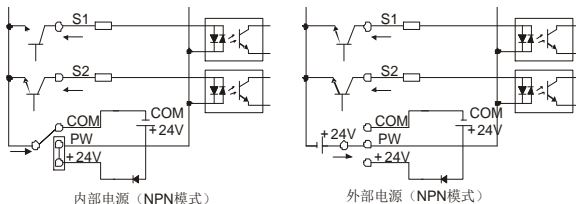
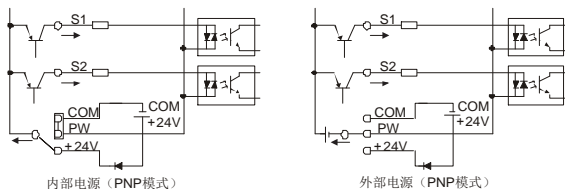
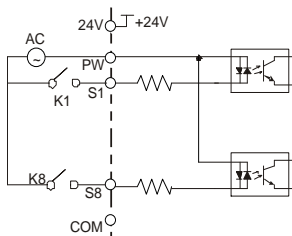

图 3.12 NPN 模式示意图
图 3.13 PNP 模式示意图
图 3.14 交流信号接法示意图
(1) 24V 直流输入电压型, 请利用 U 型短接片设定 NPN 模式/PNP 模式以及内部/外部电源的选择。出厂时设定为 NPN 内部模式。
(2) 24~48V 交流输入电压型，请按照图 3.12 的外部电源 NPN 模式或按照图 3.13 的外部电源 PNP 模式接线。
PTC 电阻接入 S7 与 COM 之间，使用外部与内部跳线的两种方式如上图所示，其选择方式取决于图 3.12、图 3.13、图 3.14 的使用方式。P05.07 选择 71 PTC 过温有效信号使能，P27.20 可把此信号设为警告或故障信号。
PTC 电阻接入 S8 与 COM 之间，使用外部与内部跳线的两种方式如上图所示，其选择方式取决于图 3.12、图 3.13、图 3.14 的使用方式。P05.08 选择 71 PTC 过温有效信号使能，P27.20 可把此信号设为警告或故障信号。S7 与 S8 不能同时使用 PTC 过温有效信号功能。